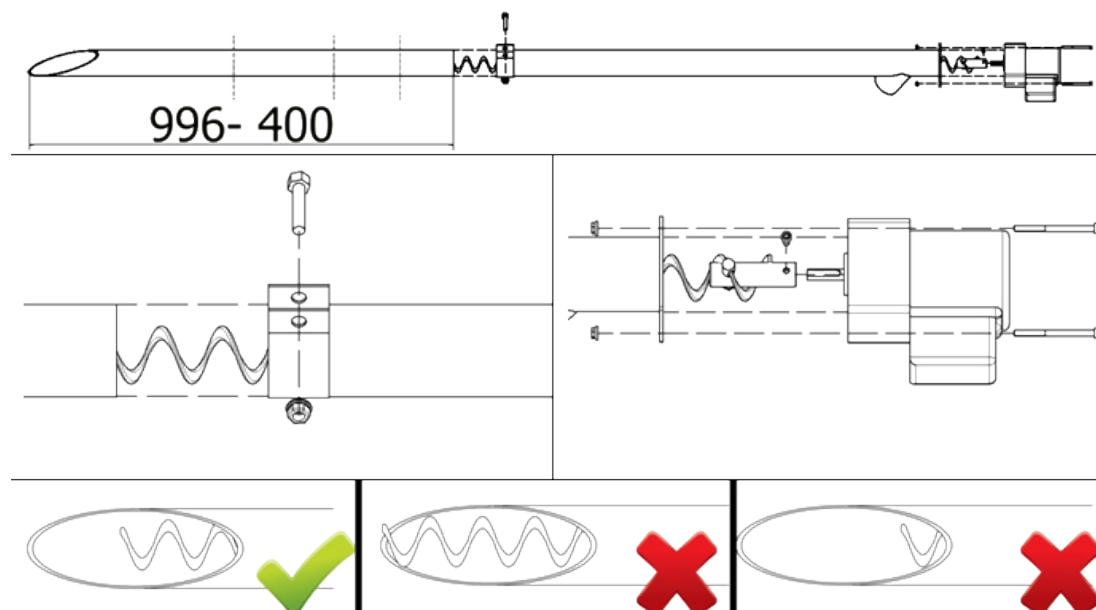

Рисунок 7. Схема установки винтового подающего устройства в штучере бункера
- Д) отмерить и отрегулировать длину подающего устройства пеллет, не забывая при этом, что угол между основанием и трубой подающего устройства не должен превышать 45° (см. рис. 7);
- Е) подвесить подающее устройство на цепочке. (см. рис. 7);
При монтаже винтового подающего устройства соединение его с бункером производить как показано на рис. 7.